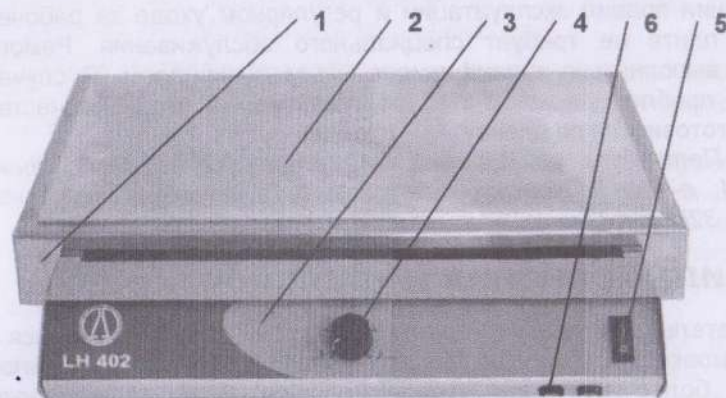

Рис. 1. Плита нагревательная LH-402. Общий вид.
Плита нагревательная (см. рис. 1) состоит из металлического корпуса (1), нагревательной поверхности (2), блока управления температурой нагрева (3). На передней панели плиты расположены ручка плавной регулировки температуры нагрева (4), выключатель электропитания (5) и сетевые предохранители (6).